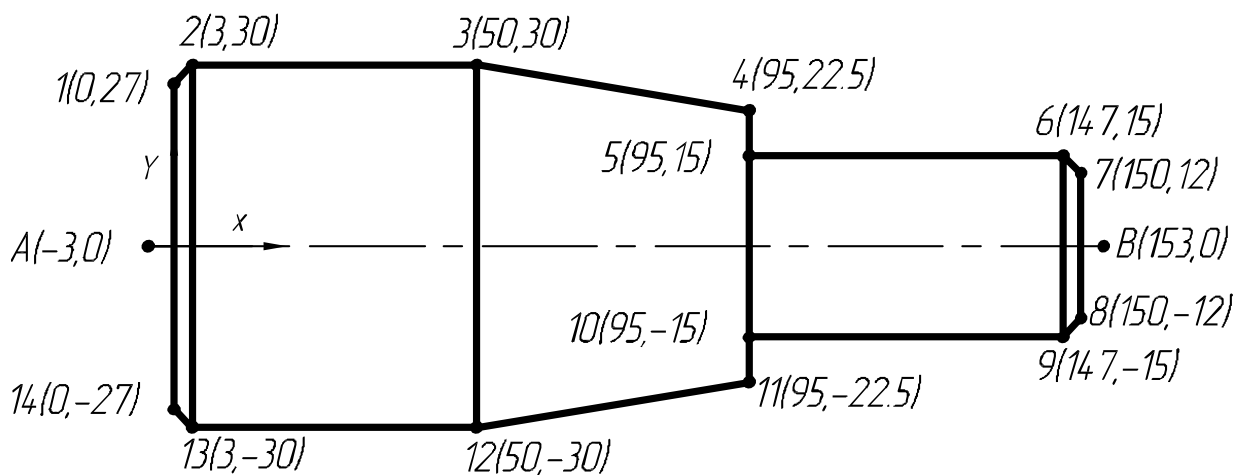

Рис. 3.2
5. Для завершення побудови контура зображення деталі, залишається викреслити чотири вертикальних прямих лінії між точками 2-13, 3-12, 5-10 та 6-9. Клавішею F8 вмикаємо ортогональний режим (Ortho) креслення прямих. Вводимо команду LINE (відрізок). За допомогою миші переміщаємо курсор у точку 2 та короткотривалим натисканням лівої кнопки миші фіксуємо її положення (замість введення абсолютних координат точки). При цьому задається початок лінії. Вказуємо курсором положення кінцевої точки 13 відрізка та короткотривалим натисканням лівої кнопки миші фіксуємо її положення в кінці відрізка. Команда виконує побудову вертикальної лінії 2-13. Натискаємо клавішу ENTER. В такій послідовності виконуємо побудову решти двох вертикальних ліній між точками 4-11 та 6-9. Результат побудов представлений на рис. 3.2.